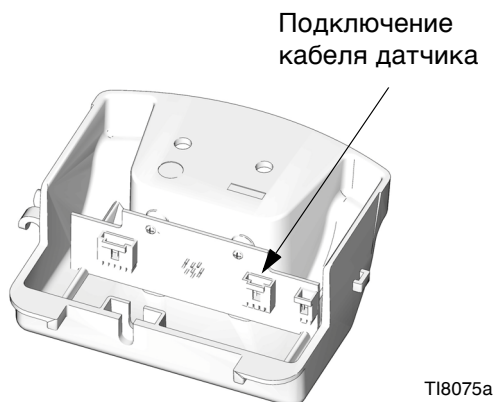

Рис. 15. Подключение кабеля датчика
- b. **Двигатели с линейным датчиком.** Выкрутите два винта (134) и осторожно сдвиньте корпус (132) с воздушного клапана. Отсоедините кабель датчика от платы. См. Рис. 15 на стр. 27.
- Установите на место шумоглушитель (15). Затяните винты и подождите их к шумоглушителю (43).
- Установите на место наружную крышку (47) клапана.
- DataTrak Двигатели с модулем DataTrak.** Осторожно надвиньте корпус (132) на воздушный клапан. Затяните винты (134) рукой. Затем закрутите их с усилием 11,3 Н•м (100 дюймофунтов). Подключите кабели электромагнитного клапана и датчика к модулю DataTrak (131); см. стр. 14. Осторожно вставьте модуль в корпус (132). Установите на место два винта (135).
- Двигатели с линейным датчиком.** Подключите кабель датчика к плате. См. Рис. 15, стр. 27. Осторожно надвиньте корпус (132) на воздушный клапан. Затяните винты (134) рукой. Затем закрутите их с усилием 11,3 Н•м (100 дюймофунтов).
- Установите на место верхнюю крышку (30).
5. Выкрутите винты (134) и осторожно сдвиньте корпус (132) с воздушного клапана. Отсоедините кабель датчика от платы. См. Рис. 15.
6. Проденьте кабель обратно в отверстие (Н) в боковой стенке переходника (33) и вытащите кабель из верхней части переходника.
7. Открутите переходник (33) и датчик (35). Снимите датчик с двигателя. При этом датчик следует поднимать вертикально.
8. Нанесите клей для резьбовых соединений на корпус нового датчика. Прикрутите датчик (35) к верхней заглушке (1). Затяните винты с усилием 40,6—48,8 Н•м (30—36 футофунтов).
9. Нанесите клей для резьбовых соединений на переходник (33). Вытяните кабель датчика из верхней части переходника. Затем прикрутите переходник к верхней заглушке (1). Затяните винты с усилием 40,6—48,8 Н•м (30—36 футофунтов).
10. Проденьте кабель через отверстие (Н) в боковой стенке переходника и подсоедините его к плате. См. Рис. 15, стр. 27. Осторожно надвиньте корпус (132) на воздушный клапан. Затяните винты (134) рукой. Затем закрутите их с усилием 11,3 Н•м (100 дюймофунтов).
11. Нанесите клей для резьбовых соединений на подъемное кольцо (21). Удерживая от проворачивания переходник (33) с помощью гаечного ключа, закрутите подъемное кольцо с усилием 40,6—48,8 Н•м (30—36 футофунтов).
12. Установите на место верхнюю крышку (30).